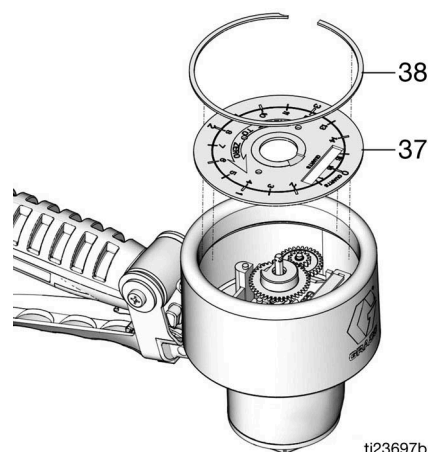

FIG. 22
3. Installare il pannello della piastra frontale (37) e la clip di fissaggio (38) (FIG. 22).